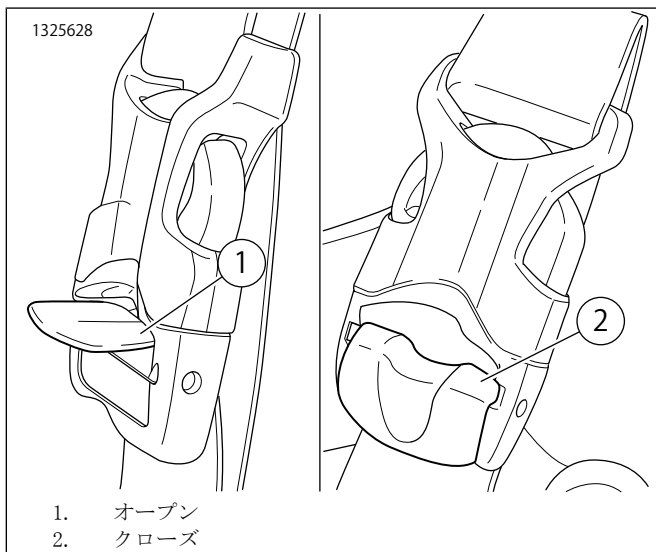

図4。留め金を外す / 留める
5. 「図4」を参照してください。留め金を留めてストラップをがしっかりと締めます。